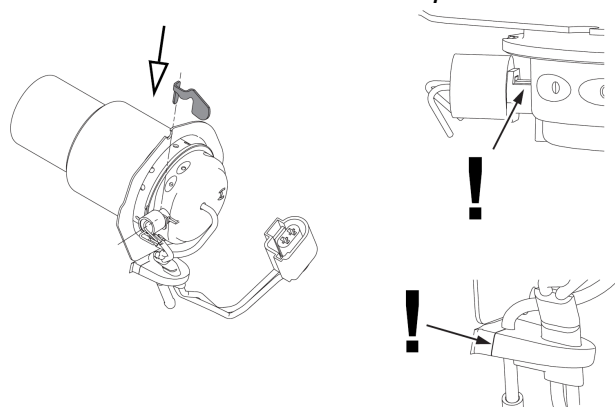

Рис. 911 Установите ребро охлаждения штифта накала
3. Удерживать рукой охлаждающее ребро (B3) в пазу (B11) в посадочном месте (B8) штифта накала (см. рис. 911 и рис. 914).